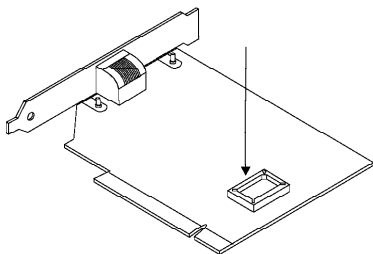

Figura 3-1. Placa EtherJet PCI 10/100
- 2 Coloque a placa em uma superfície plana, com o lado do componente para cima. A seta na Figura 3-1 indica a localização do soquete para o módulo Flash.